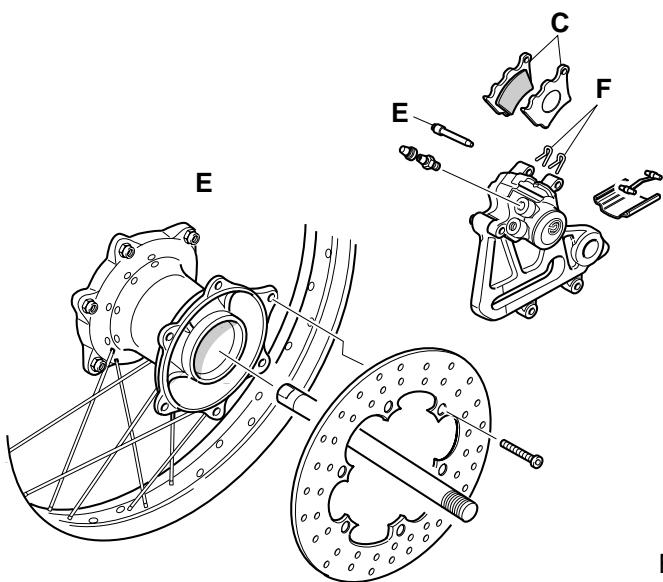

Fig. 35
3. Per raggiungere le pastiglie dei freni, si smonta dapprima la ruota posteriore, vedi capitolo "Ruota posteriore". Separare poi le pastiglie "C" (Fig.35) il più possibile l'una dall'altra. Togliere la copiglia "F" e filare il pernetto "E"(Fig.35). Montare quelle nuove. Fare attenzione affinchè il montaggio sia corretto. Controllare il funzionamento del freno con la ruota montata, facendo girare la ruota stessa. Per raggiungere la massima efficienza di frenatura si consiglia di seguire un periodo di rodaggio per le pastiglie.
3. To change the brake pads, first remove the rear wheel as described in the section entitled "Rear wheel". Then begin by separating the pads "C" (Fig.35) as far apart as possible. Remove the splits "F" and the pin "E": fit new pads. Take care to fit the pads correctly. After fitting the wheel, spin it to check the performance of the brake. For best possible brake performance, the pads should be run in gently and carefully.
3. Zum Aus-/Einbau der Bremsbeläge muß das Hinterrad ausgebaut werden, s.Abschn."Hinterrad". Danach zuerst die beiden Bremsbeläge "C" (Fig.35) möglichst weit auseinanderdrücken. Die Kranz "F" und die Bremsebolzen "E" herausnehmen. Beim Einbau der Beläge auf vorschriftsmäßigen Sitz achten. Die Funktion der Hinter radbremse bei eingebautem Rad kontrollieren - das Rad muß sich leicht und frei drehen. Um beste Bremswirkung zu erzielen, sollten neue Bremsbeläge vorsichtig und ohne Gewaltbremsungen eingefahren werden.
3. Pour le remplacement des plaquettes, déposez la roue arrière selon le chapitre "Roue arrière". Ecartez autant que possible les plaquettes "C" (Fig.35) l'une de l'autre. Enlevez les goupilles "F" et le petit pivot "E", puis mettez en place des neuves. Veillez à les installer correctement. Vérifiez le fonctionnement du frein en faisant tourner la roue. Pour la meilleure force de freinage, il convient de roder les garnitures avec la plus grande prudence.